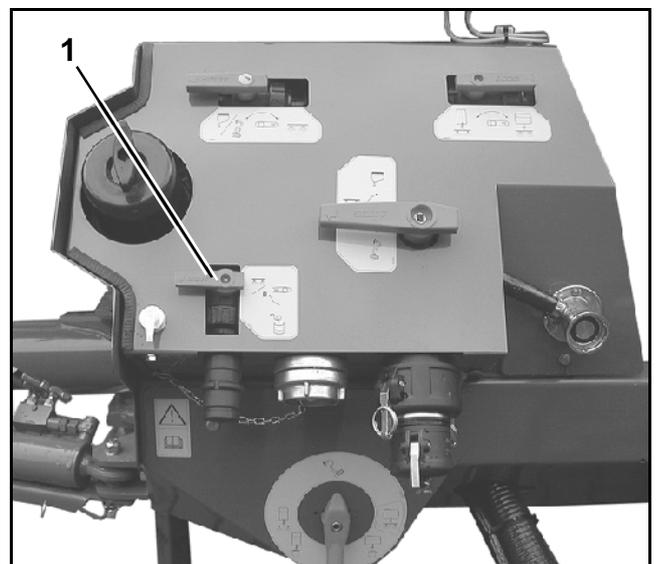

Fig. 10.13
- Colocar los grifos de conmutación de varias vías en la posición indicada (Fig. 10.13).
- Girar 90° el grifo de 2 vías (Fig. 10.13/1) hasta que se haya aspirado la cantidad deseada de agente de rociado.
- Abrir brevemente la válvula de 2 vías (Fig. 10.13/1) para reaspirar.